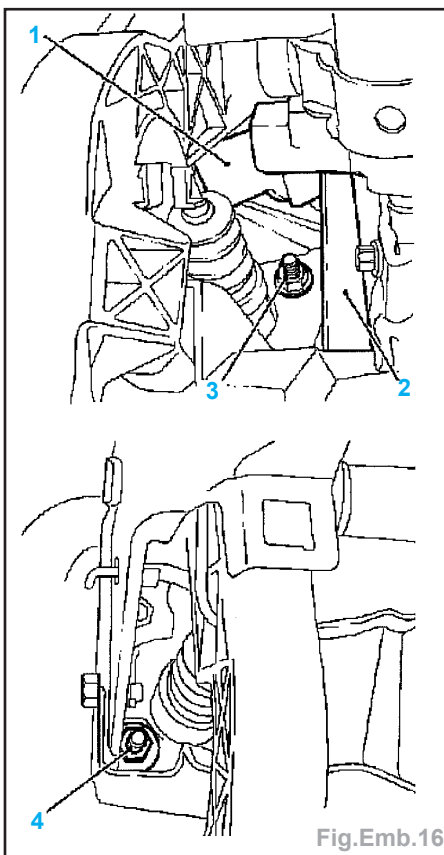

Fig.Emb.16
- Démontez le maître-cylindre d'embrayage (Fig.Emb.16) :
- comprimer l'isolant (1) vers le côté et le fixer avec une cale en plastique (2) (uniquement moteurs diesel),